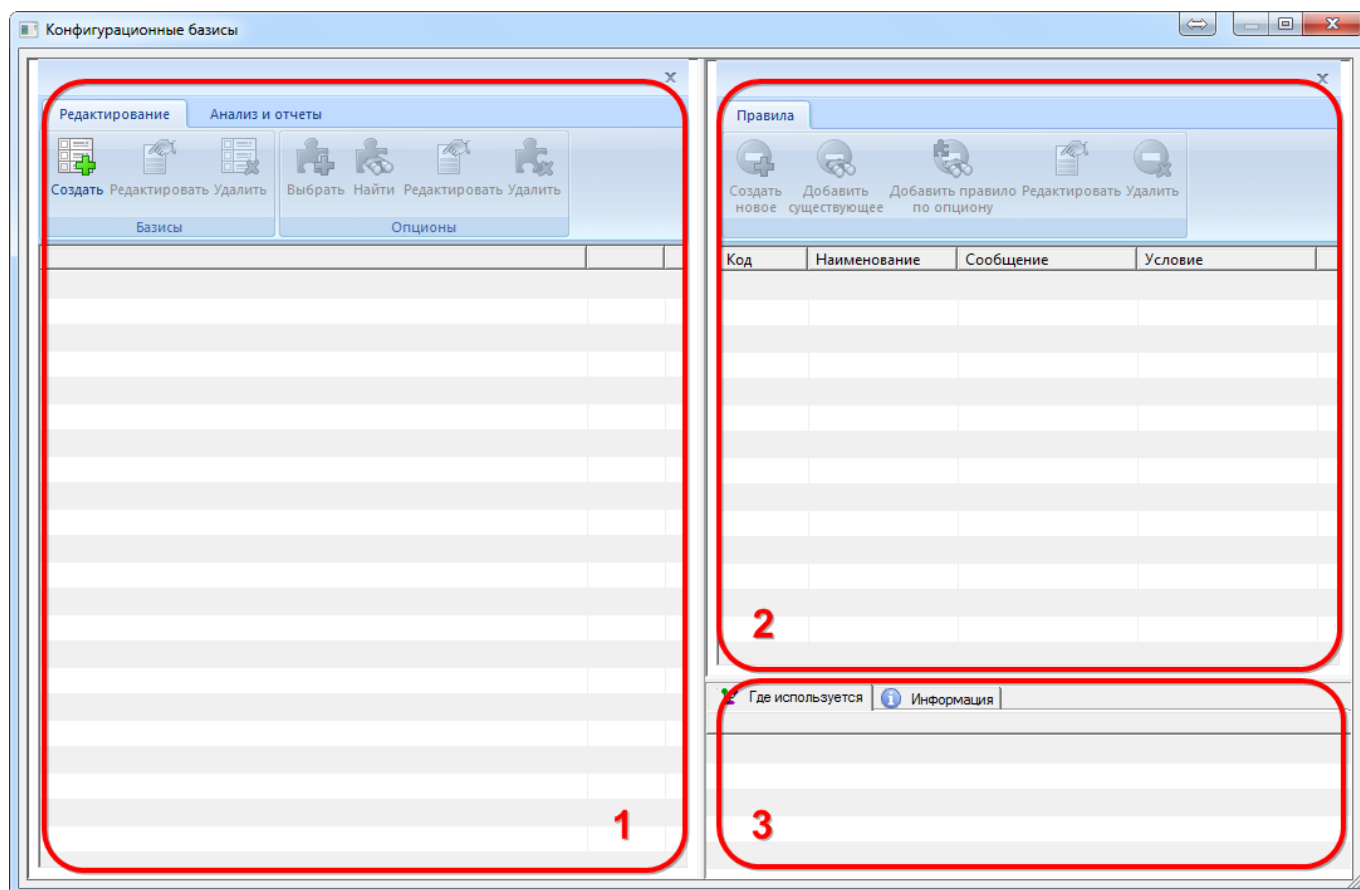

Рис. 10-164 – Окно редактора конфигурационных базисов
1) Нажать кнопку «Базисы» панели «Управление конфигурацией» функциональной вкладки «Применяемость» (рис. 10-164).